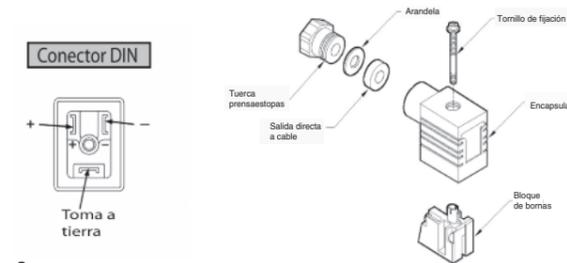

Fig. 2
- Conector DIN: (véase la Fig. 2)